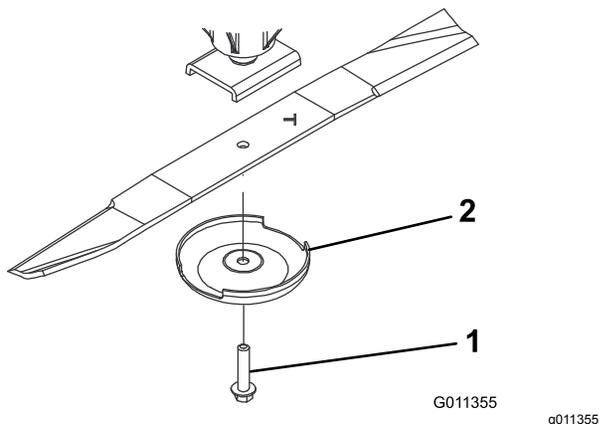

Figura 67
- Sujete el extremo de la cuchilla con un paño o guante bien acolchado y retire el perno de la cuchilla, el protector de césped y la cuchilla del eje de la rueda giratoria (Figura 67).
- Instale la cuchilla, con la vela hacia la carcasa de corte, con el protector de césped y el perno de la cuchilla (Figura 67).